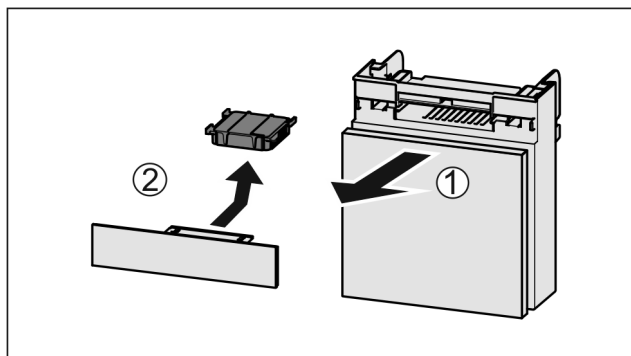

Fig. 189
- Extraire le compartiment par l'avant Fig. 189 (1).
- Sortir le filtre à charbon actif Fig. 189 (2).